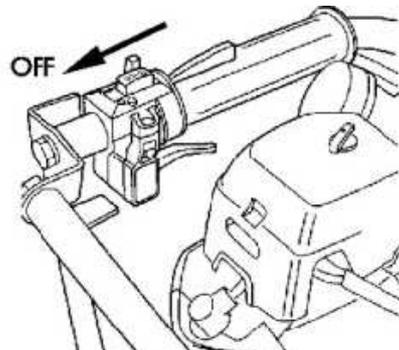

Figure 7
2. Mettez le commutateur d'allumage en position "ARRÊT". (FIG. 7)